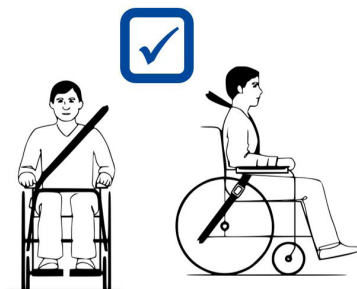

Abb. 4
8. Achten Sie darauf, dass die Schultergurte über den Schultern liegen, siehe Abbildung 4.